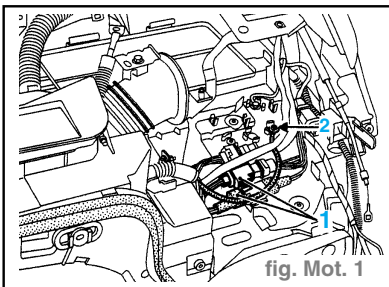

fig. Mot. 1
- les connecteurs (1) et le fil de masse (2). (fig. Mot. 1)